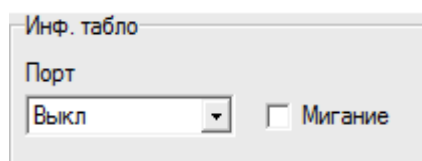

Рисунок 48.
- В списке «Порт» группы «Инф. табло» (см. рисунок 48) выбрать СОМ-порт, к которому подключен канал подсистемы;